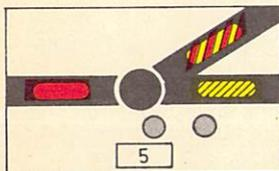
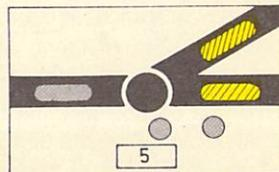

Bild 61
Bild 62
- (4) Bei einer aufgefahrenen Weiche erscheint die Auffahrmeldung. Ist der Weichenabschnitt noch besetzt, blinkt der Melder des aufgefahrenen Stranges abwechselnd gelb und rot, der andere gelb und der Melder der Weichenspitze leuchtet rot (vgl. Bild 61). Nach dem Räumen des Weichenabschnitts blinken beide Stellungsmelder gelb (vgl. Bild 62). Die Weichenauffahrtaste und die Weichentaste sind zu bedienen. Vorhandene Folgeabhängigkeiten sind bei der Bedienung zu beachten.